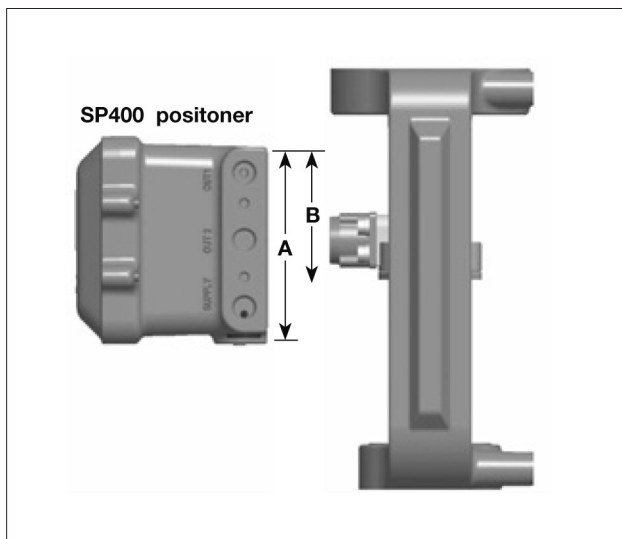

Bild 15
7. Stellungsregler durch vertikales Verschieben grob in die Mitte des Ventilhubes einstellen, siehe Bild 15. Dieses mittige Befestigen des Stellungsreglers ist jedoch für dessen Funktion nicht zwingend notwendig.
Unbedingt notwendig ist, dass der Hub „B“ des Magnetbügels sich im Bereich des Arbeitsbereiches des Stellungsreglers, Hub „A“ befindet. Dieser Arbeitsbereich wird vertikal vom Gehäuse des Stellungsreglers begrenzt, siehe Bild 15.